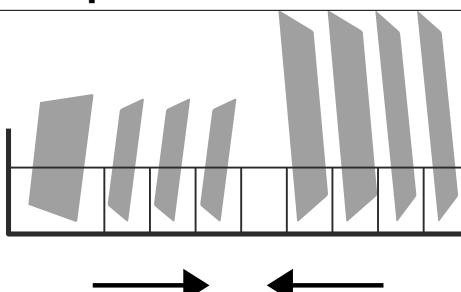

Fig. 16 – Caricamento del cestello per stoviglie
- ▶ Caricare il cestello per le stoviglie (6) come raffigurato nella **Fig. 16**. La freccia indica la direzione di inserimento.